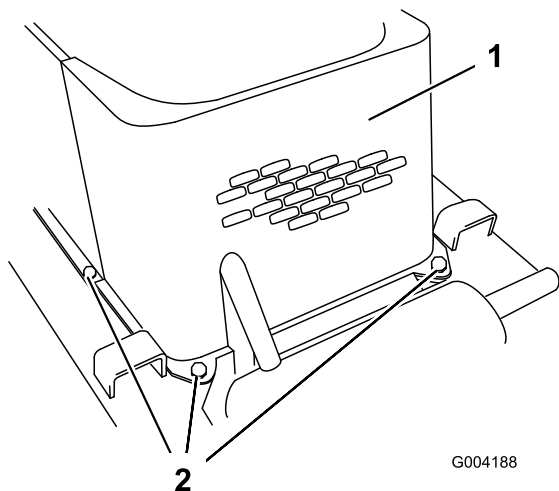

Figura 26
5. Rimuovere i 4 bulloni che fissano la griglia anteriore al telaio del trattore (Figura 26).